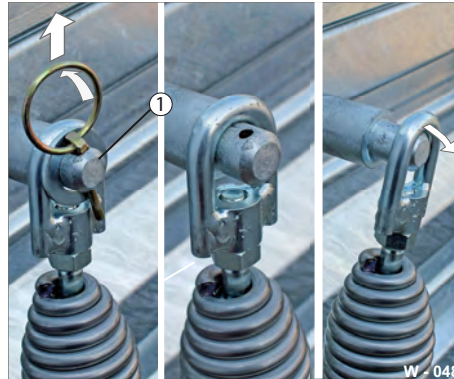

Abb. 47 Hebefeder ausbauen
- ▶ Lösen Sie die Befestigung am oberen Bolzen (Abb. 47/1).